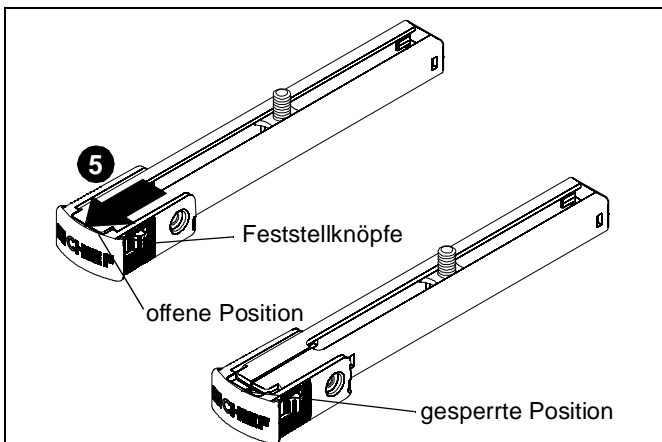

Abb. 17
- Drücken Sie fest auf die Feststellknöpfe am SLMU-Bein (K) und schieben Sie gleichzeitig die Clip-Abdeckung von der eingeschlossenen Schiebebalkenhalterplatte weg, bis die Clip-Abdeckung versperrt ist. (Siehe Abb. 17)